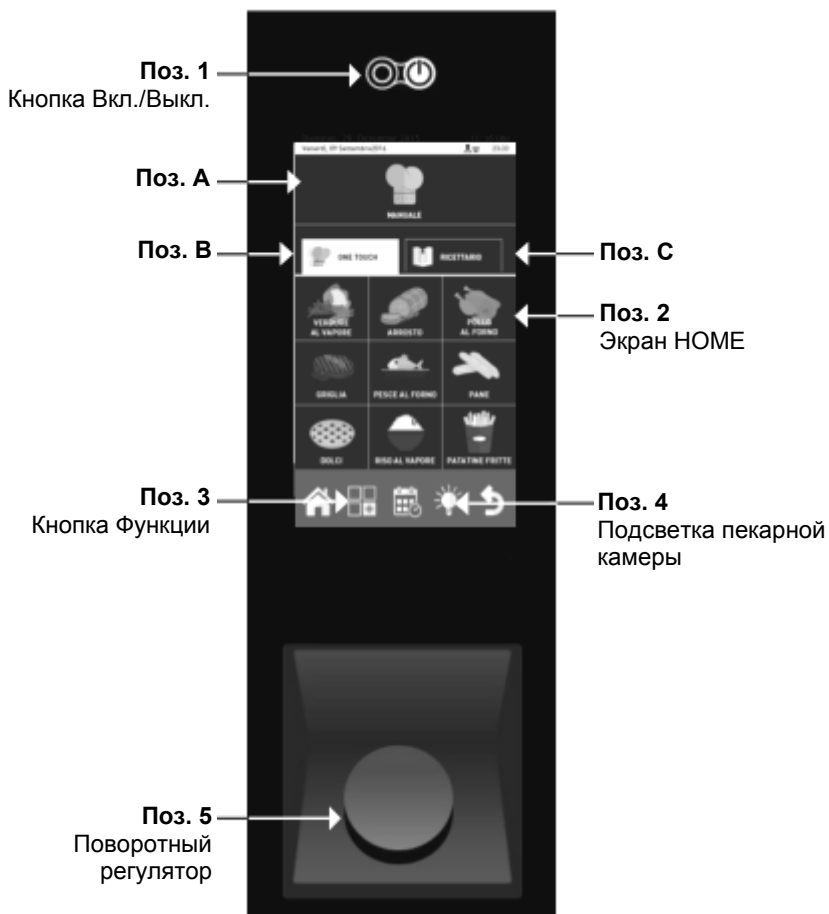

Рис.8
- Включить прибор с помощью кнопки Вкл./Выкл. (**Поз. 1**, Рис. 8).
- Освещение прибора включается путем нажатия соответствующей кнопки (**Поз. 4**, Рис. 8), после чего отключается автоматически по истечении 45 сек., если не было выключено уже ранее путем повторного нажатия кнопки.
- Панель обслуживания прибора оснащена поворотным регулятором (Поз. 5, Рис. 8). Для того чтобы установить нужные параметры следует вращать поворотный регулятор, для подтверждения установленных величин его следует нажать.
Включить прибор с помощью кнопки Вкл./Выкл. (Поз. 1, Рис. 8), на дисплее появится экран „HOME” (Поз. 2, Рис. 8).
Чтобы изменить параметры процесса готовки, например, температуру, следует нажать соответствующее поле и повернуть поворотный регулятор (Поз. 5, Рис. 8).
Подтверждение изменения происходит путем повторного клика на параметр или путем нажатия поворотного регулятора (Поз. 5, Рис. 8).